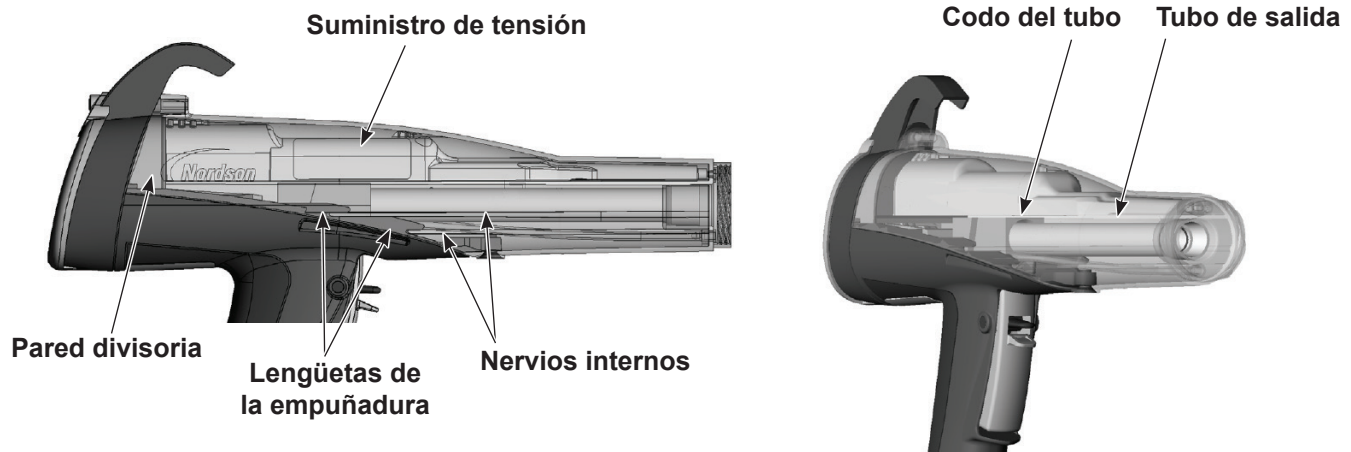

Figura 15 Reensamblaje de la pistola
1. Ver la Figura 15. Alinear el cuerpo de la pistola con la empuñadura y deslizarlos juntos, encajando los nervios internos del cuerpo de la pistola con las pestañas de la empuñadura.